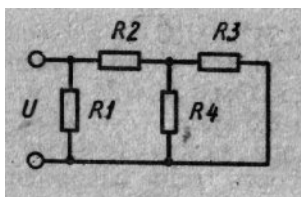

Рис. 3
4. Для электрической схемы рис. 3 заданы значения сопротивлений резисторов  $R_1 = R_2 = 25\ \text{Ом}$ ,  $R_3 = 15\ \text{Ом}$ ,  $R_4 = 75\ \text{Ом}$  и входное напряжение  $U = 105\ \text{В}$ . Определить токи в ветвях и потребляемую мощность.